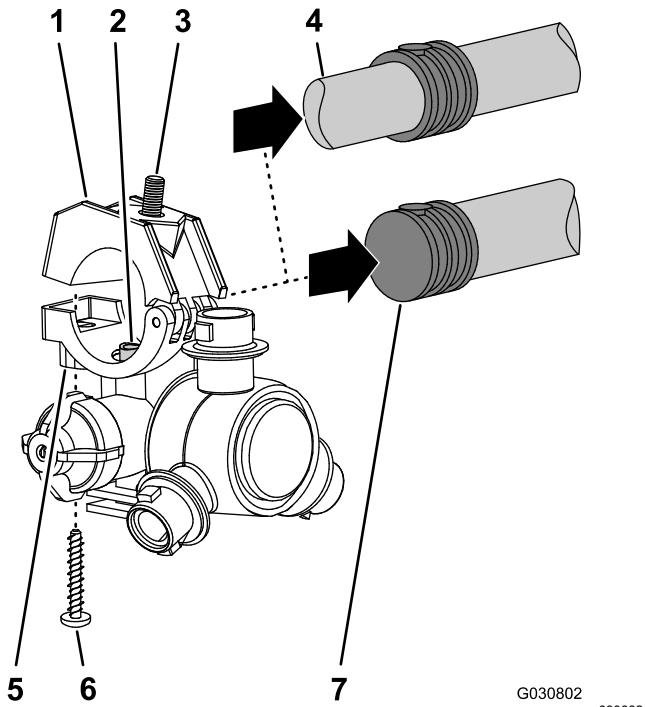

Bild 133
- Arbeiten Sie mit den acht Sprühdüsen, die Sie in Schritt 1 entfernt haben, und nehmen Sie die Edelstahlschrauben (Nr. 2 x 1-1/4") ab, mit der die oberen Klemmenhälften und der gezahnte Einzelschlauch- oder Doppelschlauchschaft (3/4") am Gehäuse jeder Sprühdüse befestigt sind; nehmen Sie die gezahnten Schlauchschaften ab (Bild 133).